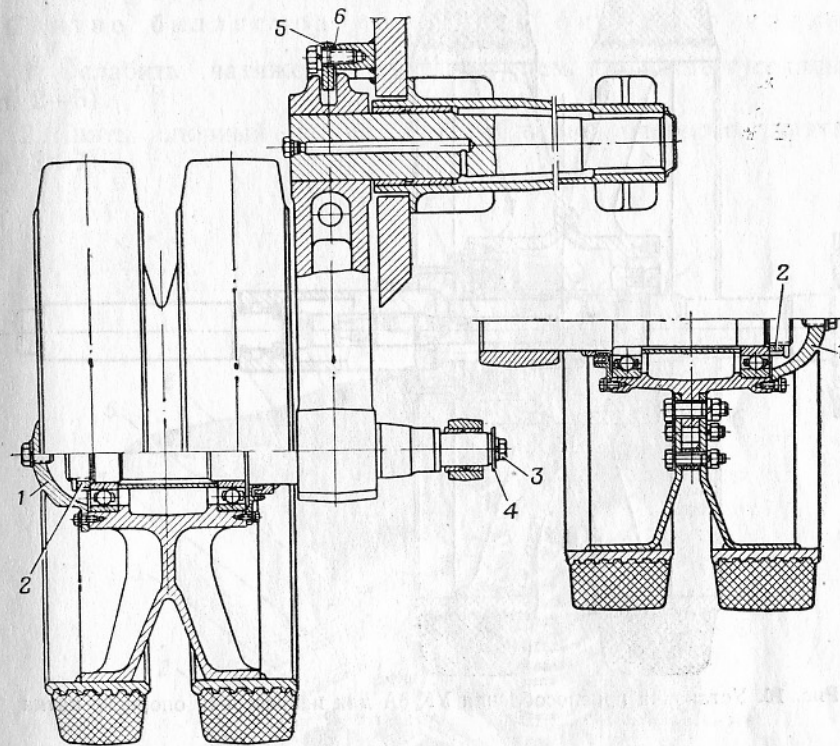

Рис. 9. Опорный каток с балансом:
5. Вывернуть болты крепления броневое колпака 1 (рис. 9) к ступице катка и снять колпак.
6. Навернуть на ось гайку 2 (рис. 9) до отказа и зашплинтовать шплинтом. Проверить торцовое биение катка (см. Технические условия, п. б).
3. Вывернуть болт 3 (рис. 9) крепления шайбы 4 к торцу цапфы балансира и снять шайбу.
3. Закрепить шайбу 4 (рис. 9) болтом 3 с пружинной шайбой так, чтобы шайба уперлась в торец цапфы.